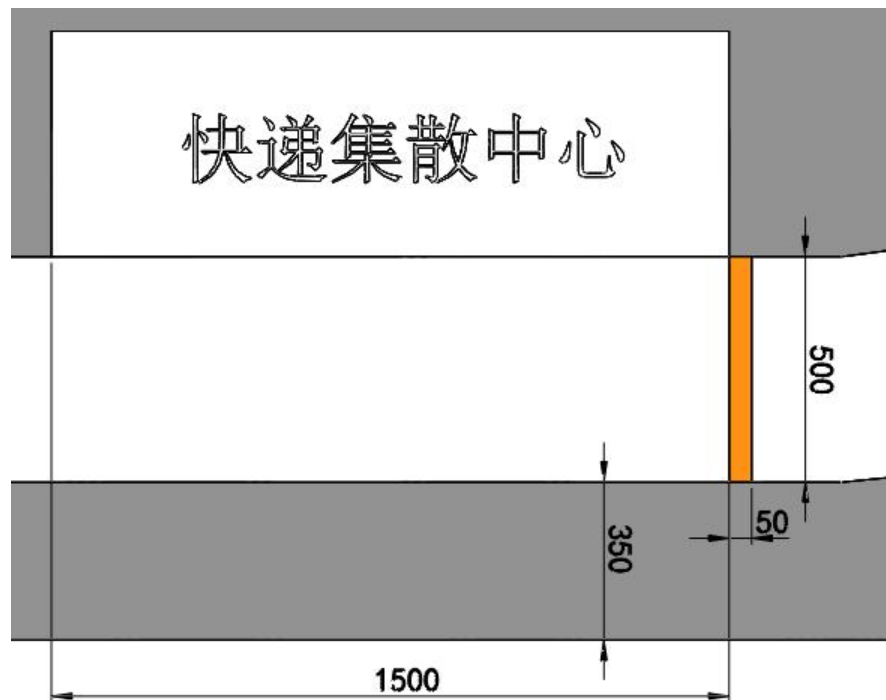

图 11 终点示意图（单位：mm）
4. 终点示意图：如图 11 所示，快递集散中心一侧的赛道上设有橙色色带，尺寸为 $500\text{mm} \times 50\text{mm}$ 。